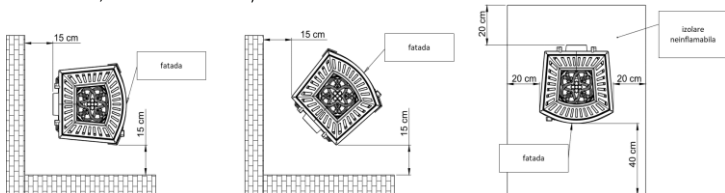

Fig. 3. Distanța de siguranță dintre cuptor și piese neinflamabile.
- soba trebuie să fie așezată pe suprafața neinflamabilă care să se fiela distanța de min. 0,4 m de la soba și de minimum 0,2 m măsurând din părțile laterale și din spatele sobei (a se vedea fig. 3)
- distanța recomandată față de piese NEINFLAMABILE de minimum 15 cm (Fig. 3).